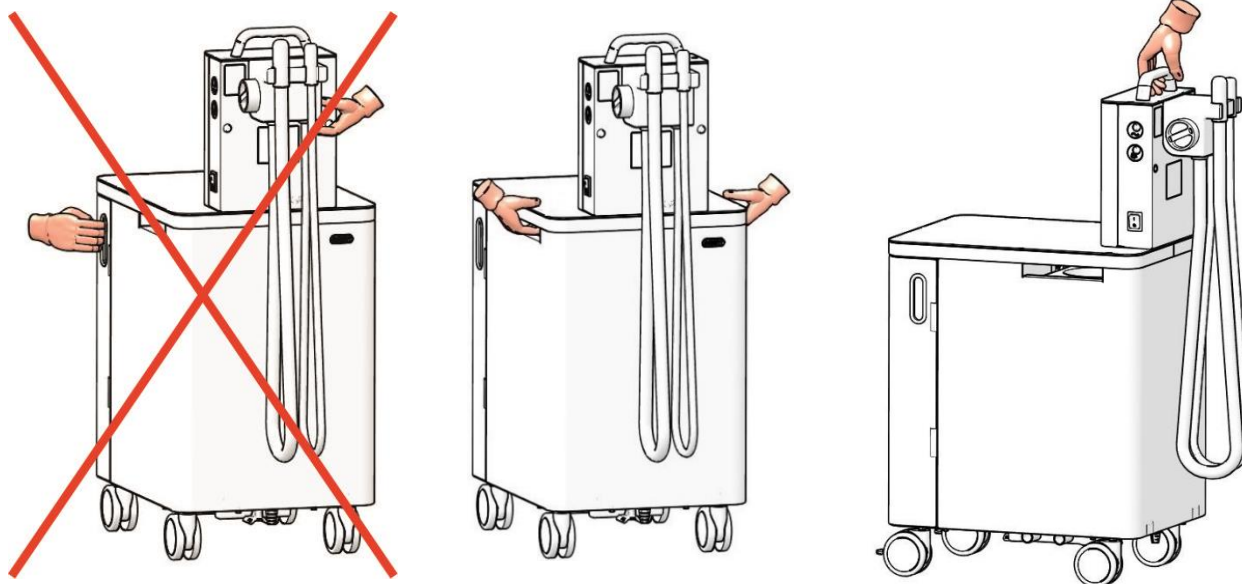

Fig. 4: Manipularea produsului
- Depozitați produsul la locul de utilizare. (Fig. 4)